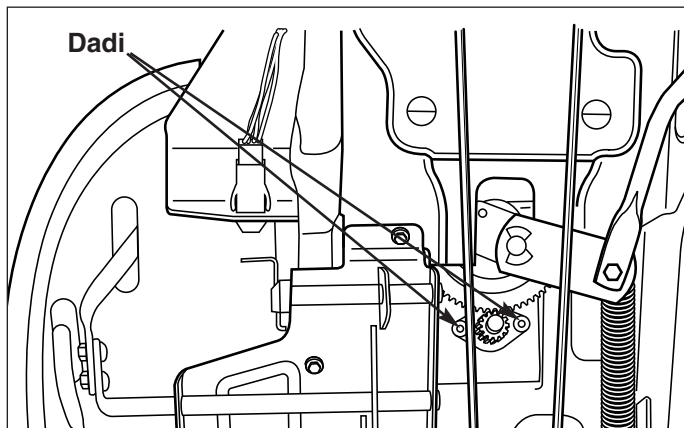

Figura 28. Regolazione della scatola sterzo (2WD)
1. Vedere la Figura 28. Individuare l'assieme della scatola dello sterzo nella parte inferiore del trattorino. Allentare i due dadi e regolare la staffa in modo che i denti siano ingranati perfettamente.